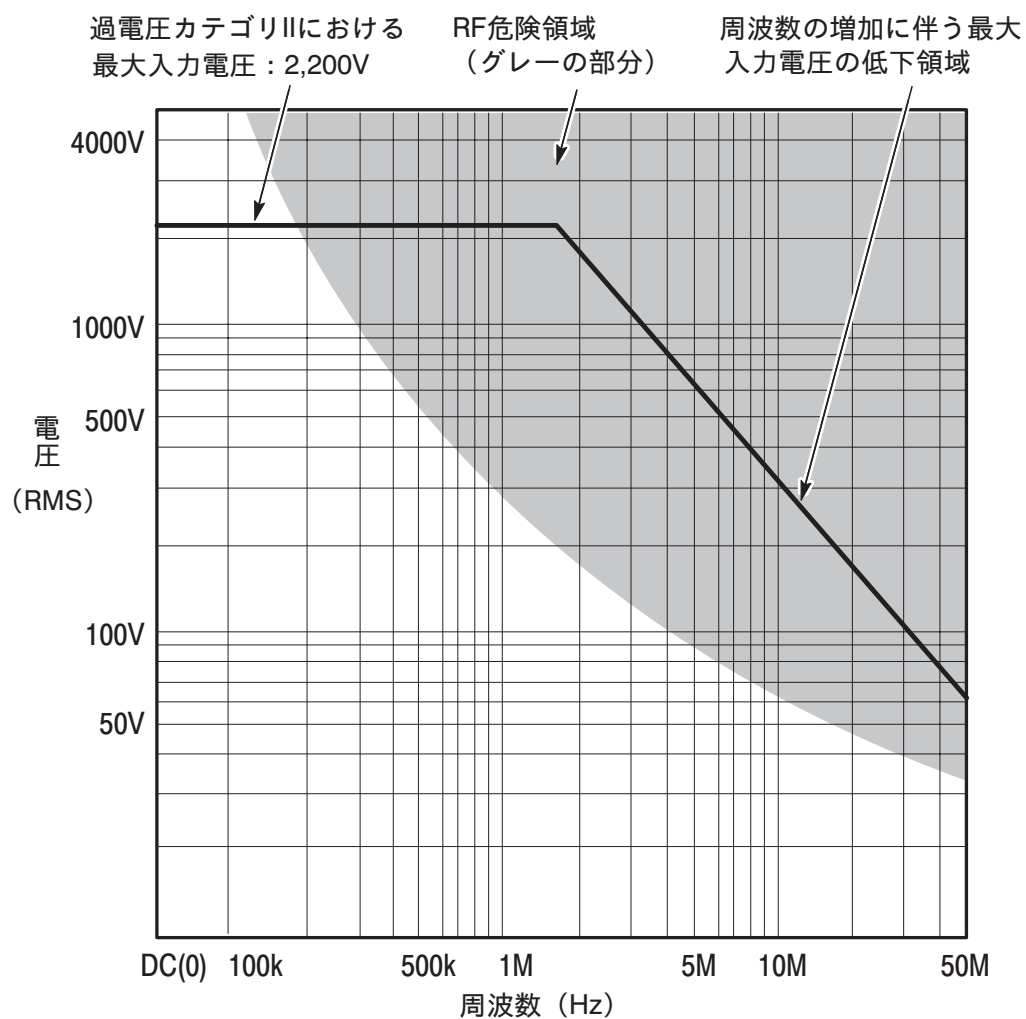

図 2: 安全動作領域 (プローブ-大地間電圧)
警告：発火によるやけどの危険がありますので、13ページの図2に示す範囲を外れる電圧および周波数を測定している可能性があるときには、プローブ・リードに触れないでください。
1.5MHz以上の周波数では、周波数が高くなるほど最大入力電圧は下がります(図2を参照)。図2は、減衰率が100×および1000×の両方に適用されます。
最大入力電圧 (13ページの図2を参照)